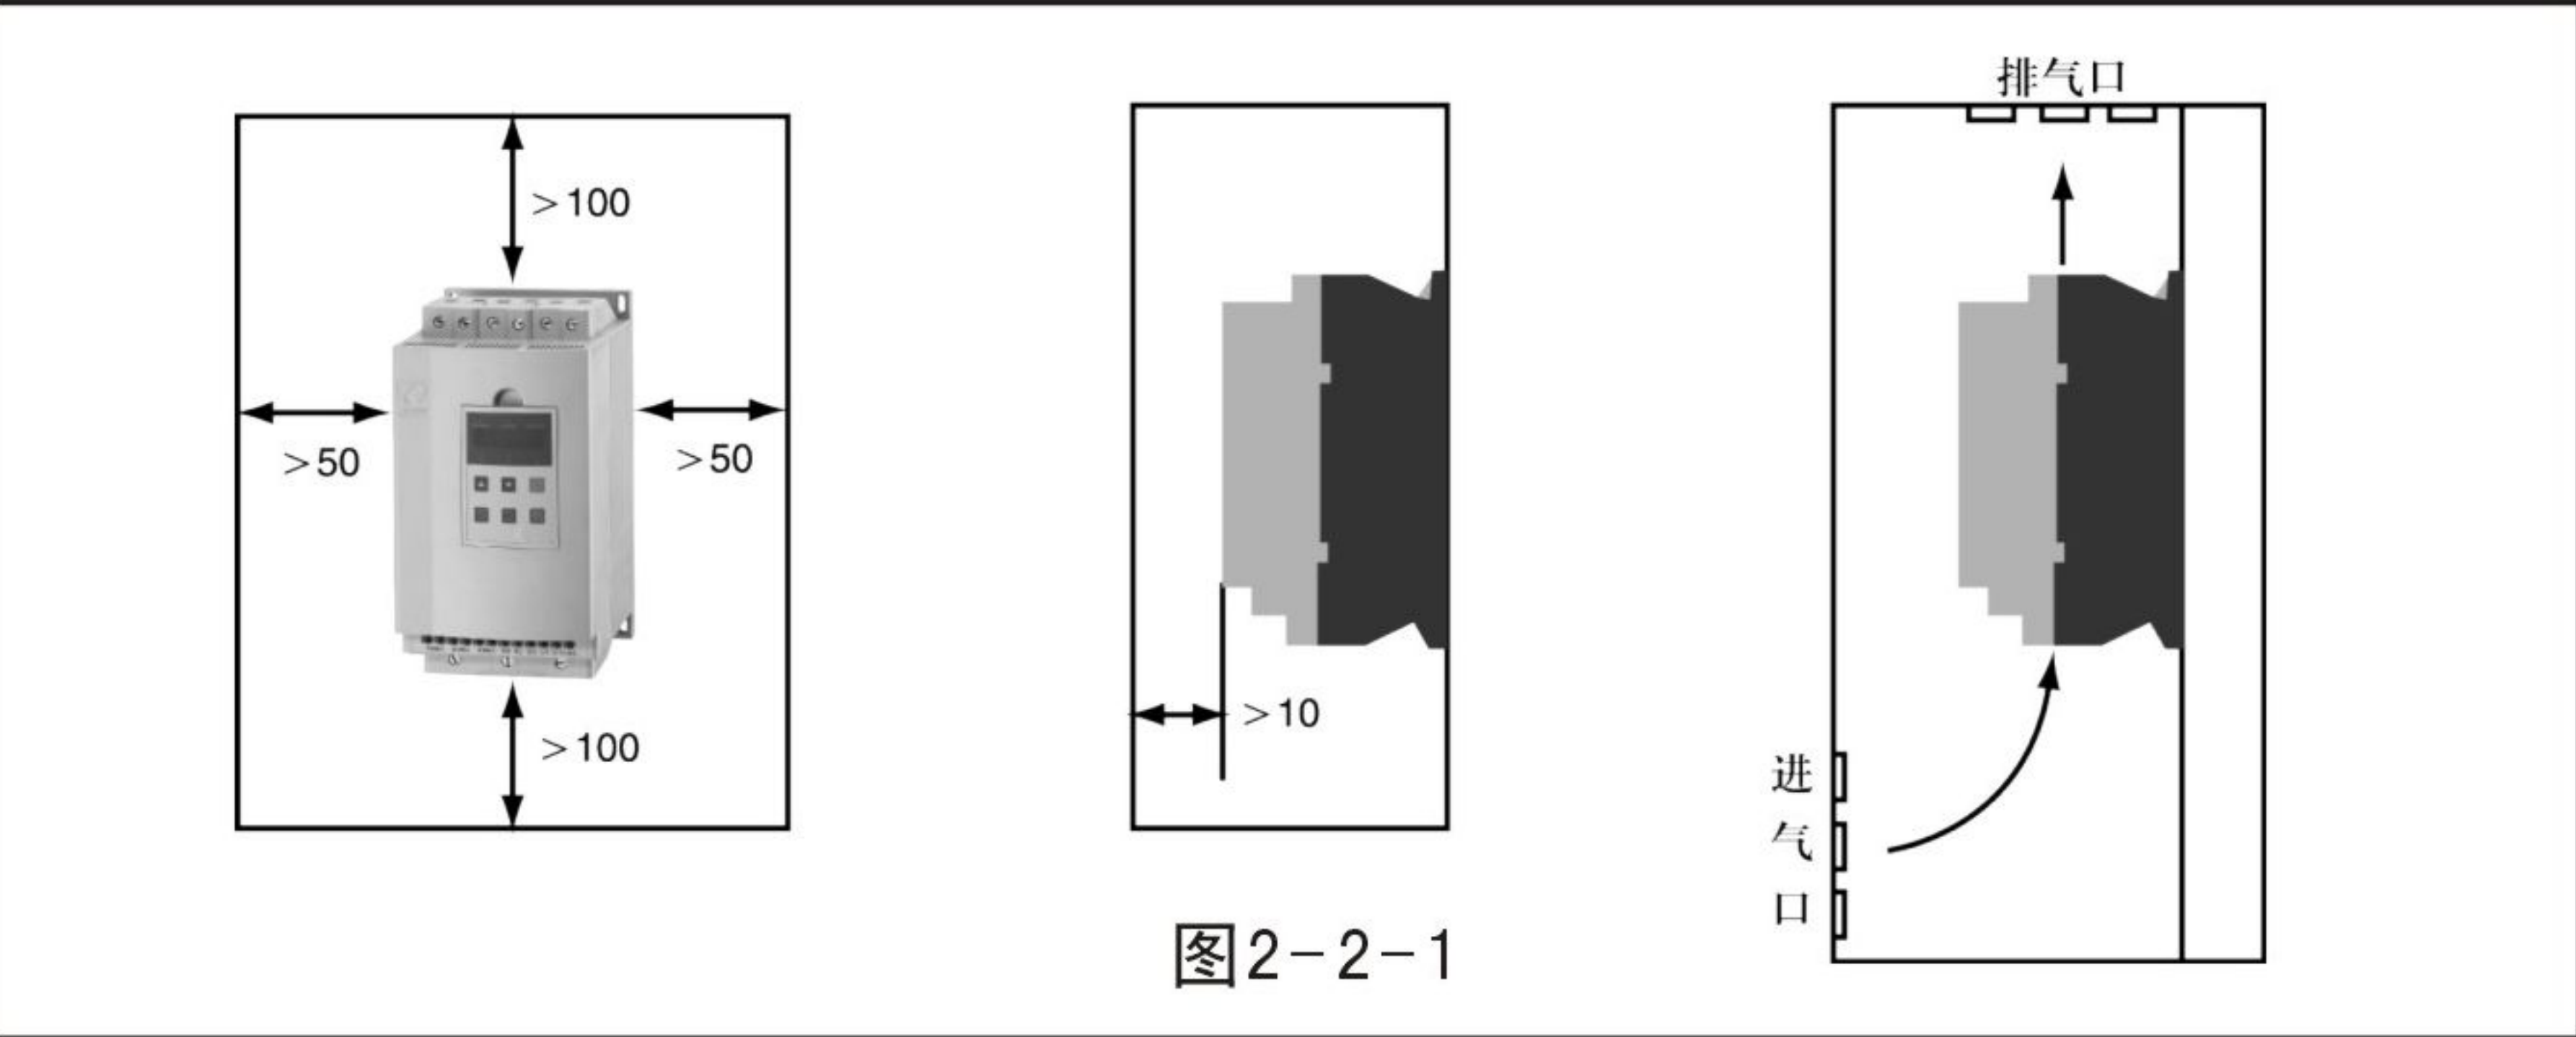

图2-2-1
- ① 软起动器应垂直安装, 请勿倒装, 斜装或水平安装。应使用螺钉安装在牢固的结构上。
- ② 软起动器运行时会产生热量, 为确保冷却空气的通路, 应如图2-2-1所示, 设计时应留有一定的空间。产生的热量向上散发, 所以不要安装在不耐热设备的下方。